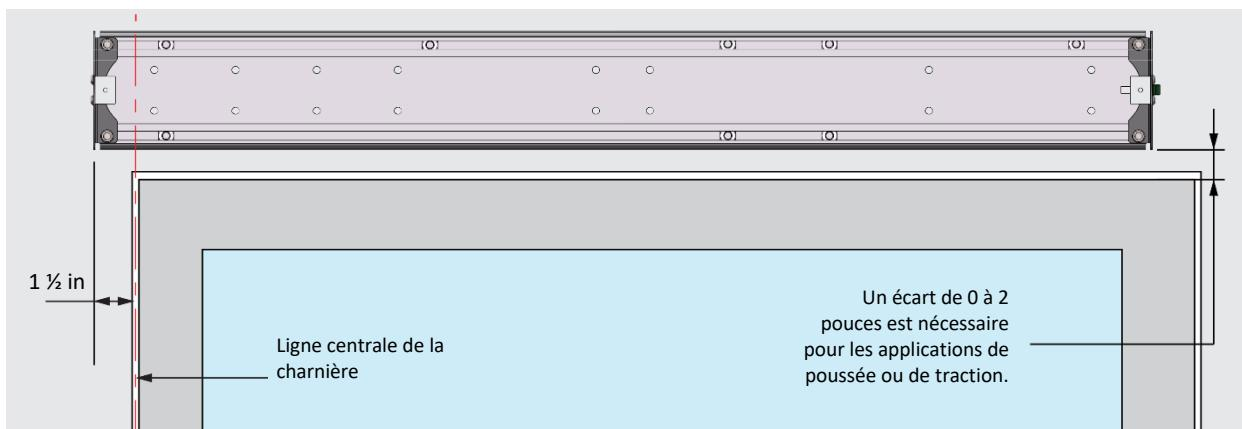

Figure 4-4 Position de l'unité d'entête (traction)
- Pour les applications **TIRER** : monter le bas de l'unité au-dessus du cadre (2" au-dessus du haut de la porte). La figure 4-4 illustre la position du linteau d'une application TIRER.